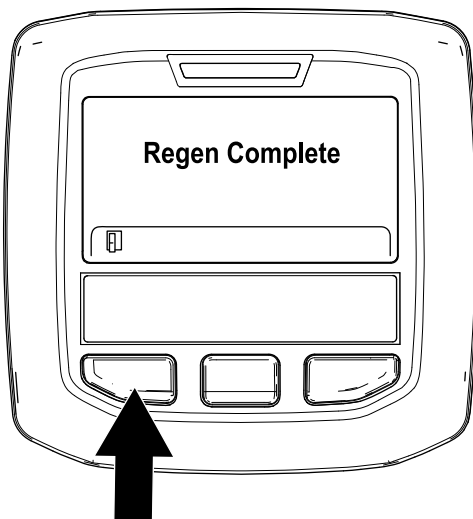

図 38
9. 駐車再生が終了すると、インフォセンターに Regen Complete と表示される。左ボタンを押してホーム画面に戻る 図 38。